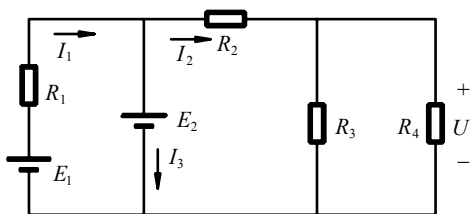

图 3-1
1. 如图 3-1 所示电路中, 已知 $E_1=3V$, $E_2=2V$, $R_1=2\Omega$, $R_2=1\Omega$, $R_3=2\Omega$, $R_4=2\Omega$, 试求: